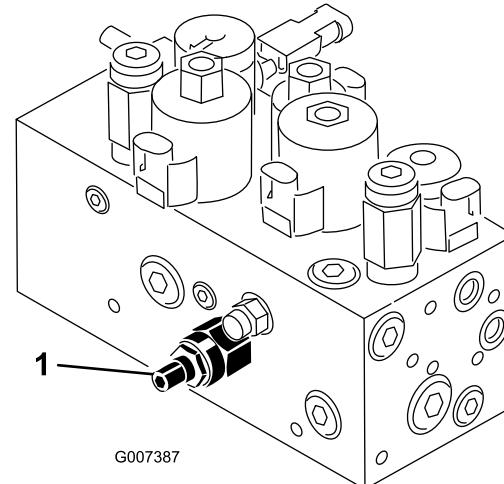

図 55
本機のカッティングユニット昇降回路にはフローコントロールバルブ（図 55）がついています。このバルブは出荷時に調整されていますが、作動油温度、作業速度などにより調整が必要になる場合があります。以下の手順で調整します：
1. 運転席を上げ、センター・フルフレーム用フローコントロールバルブ（図 55）を露出させる。バルブは油圧マニホールドの側面についている。